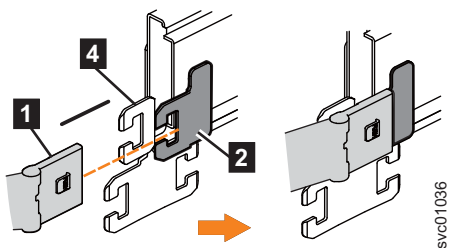

Abbildung 64. Inneren Anschluss der oberen Kabelträgerbaugruppe an inneren Teil der Halteschiene installieren
2. Installieren Sie den inneren Anschluss der oberen Kabelträgerbaugruppe (**1**) von der inneren und äußeren Halteschiene wie in Abb. 64 gezeigt an den inneren Teil der linken Halteschiene (**2**).